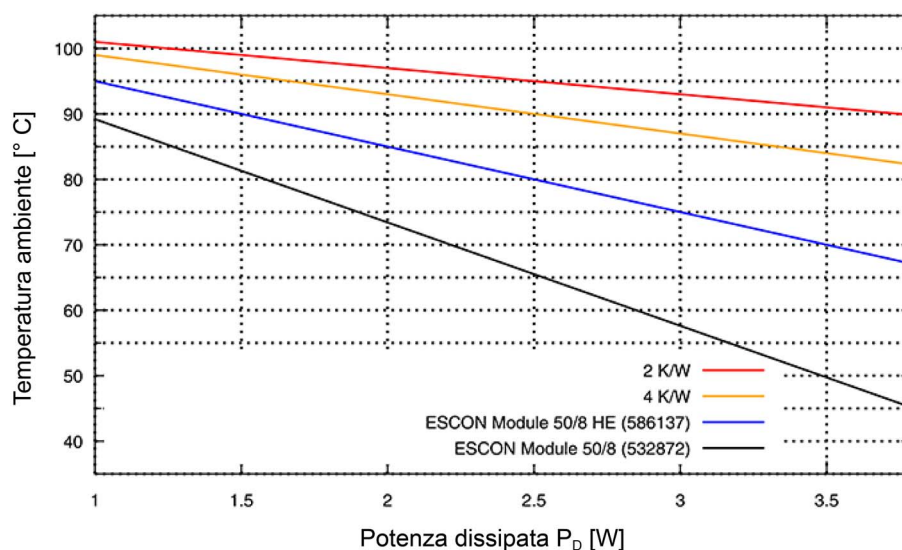

Figura 2-2 Derating temperatura ambiente / dissipatore necessario
Range esteso ^{*1)}	6.000...10.000 m MSL Derating: Temperatura ambiente (→Figura 2-2) meno 11 °C
3) →Figura 2-2